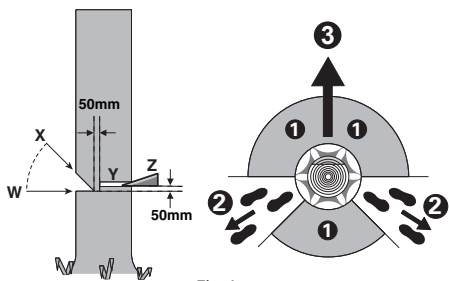

Fig. 1
Quando l'albero inizia a cadere, togliere la sega a catena dal taglio, spegnere la macchina, posarla ed abbandonare l'area di pericolo utilizzando la via di fuga precedentemente determinata (2). Attenzione a rami che potrebbero cadere dall'alto ed evitare di inciampare. (Vedi Fig. 1)